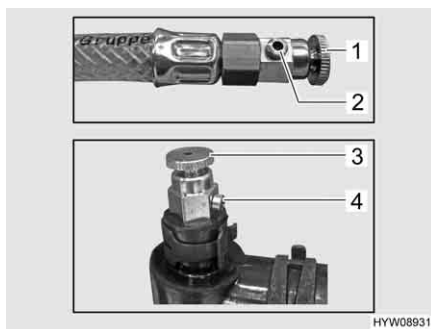

Fig. 231 Valvole di sfiato del riscaldamento ad acqua calda
- Aprire la valvola di sfiato (Fig. 231,1 o 3) e lasciarla aperta finché non esce più aria dall'apertura della valvola (Fig. 231,2 o 4).